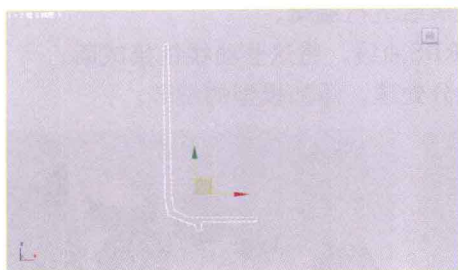
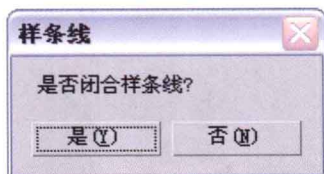

图1.5
图1.6
- 01 在“创建”命令面板中单击  【图形】按钮进入到“图形”命令的“创建”命令面板中，然后选择 **线** 按钮，在“前”视图中用鼠标单击创建出如图1.5所示的图形。要闭合图形，最后单击第一点，弹出“样条线”对话框，如图1.6所示，单击 **是(Y)** 按钮，闭合图形。